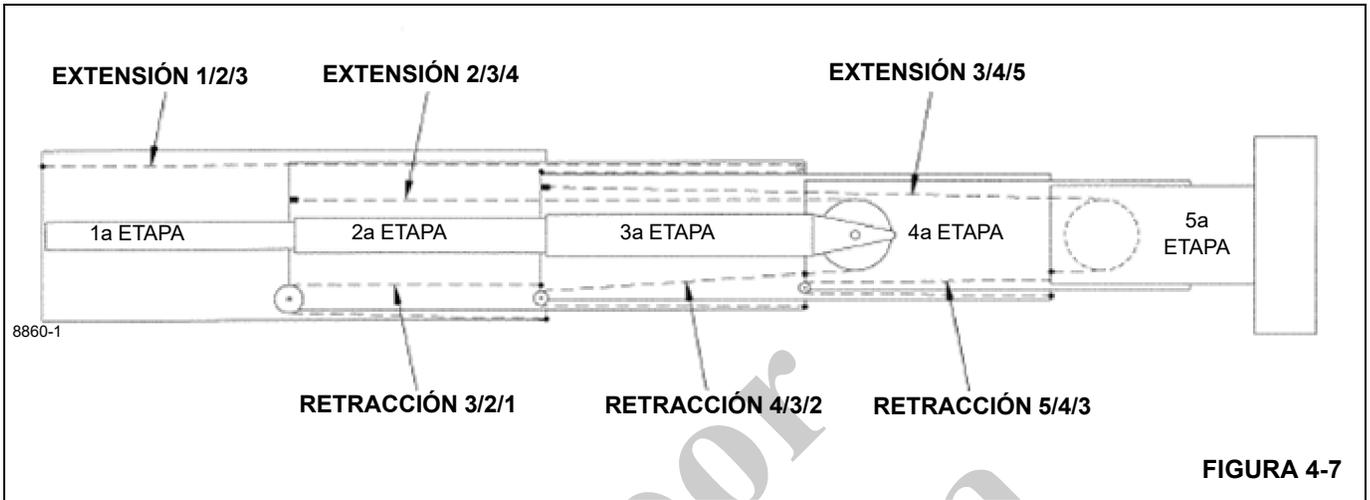

FIGURA 4-7
29. Eleve las secciones 3a/4a/5a de la pluma contra la parte superior de la 2a sección e instale las almohadillas de desgaste (17) en la punta inferior de la 2a sección de la pluma. Baje las secciones 3a/4a/5a de la pluma sobre las almohadillas de desgaste de la 2a sección de la pluma. Empuje las secciones 3a/4a/5a de la pluma dentro de la 2a sección dejando aproximadamente 1.21 m (4 pies) de las etapas 3a/4a/5a fuera de la 2a sección de la pluma.
30. Arme los conjuntos de placas retenedoras de los cables de retracción 4/3/2 (190) en los cables de retracción 4/3/2 (53), coloque dos tuercas apenas más allá de la parte plana de los cables de retracción 4/3/2 y arme en la punta inferior de la 2a sección de la pluma. Tenga cuidado de no entrecruzar los cables.
31. Una con cinta adhesiva la almohadilla de desgaste lateral superior (153) y los retenedores de las almohadillas de desgaste laterales (154, 189), después instale el conjunto de retenedores y almohadilla de desgaste en la parte delantera interior de la sección 2a de la pluma. Instale las almohadillas de desgaste laterales inferiores (96) con suplementos (13) en la parte delantera interior de la 2a sección de la pluma. Instale la almohadilla de desgaste superior (184) con los suplementos (183) y la guía de cables (81) con almohadillas de desgaste (82, 84) y la tornillería relacionada en la parte delantera superior de la 2a sección de la pluma. Instale suplementos siguiendo las instrucciones de calibración dadas en esta sección. Deslice la caja de poleas del cable de extensión 1/2/3 (que está en la punta superior de la 3a sección de la pluma) a su posición en la 2a sección de la pluma. Instale las graseras (59) en los pasadores de polea de extensión 1/2/3 (22). Empuje la 3a/4a/5a sección de la pluma dentro de la 2a sección de la pluma hasta que las almohadillas de desgaste superiores de la 3a sección sean accesibles por el agujero de acceso en la 2a sección de la pluma. Después de centrar las secciones 3a/4a/5a de la pluma dentro de la 2a sección, ajuste las almohadillas de desgaste superiores según las instrucciones de calibración de esta sección. Meta las secciones 3a/4a/5a de la pluma en la 2a sección hasta que topen contra las orejetas del cilindro y haga una marca en la punta de la 3a sección, delante de la almohadilla de desgaste lateral de la 2a sección, para el ajuste de la secuencia de retracción (Figura 4-7). Instale arandelas planas y pernos de reborde (148) con pasta Loctite® para retener el cilindro de la 2a sección en la 2a sección de la pluma.
32. Instale la almohadilla de desgaste (164) encima del anclaje del cable de extensión 2/3/4 (163), y después instale el anclaje del cable de extensión 2/3/4 en las ranuras en la parte superior de la base de la 2a sección de la pluma, mientras guía los cables de extensión 2/3/4 (29) hasta el anclaje. Instale las tuercas y los espaciadores (161) en los extremos roscados de los cables de extensión 2/3/4. Fije el anclaje del cable en su lugar con pernos (162) pasados por las placas superiores traseras de la 2a sección de la pluma. Compruebe que los cables de extensión 1/2/3 (10) estén enhebrados sobre la parte superior del anclaje del cable de extensión 2/3/4 (163).
33. Instale los cables de retracción 3/2/1 (19) en el anclaje del cable de retracción 3/2/1 (51) e instale en las placas de anclaje en la base de la 3a sección de la pluma, con los cables de retracción 3/2/1 colgados detrás de la pluma. Instale el retenedor del anclaje de cable de retracción 3/2/1 (108) en el anclaje de cable de retracción 3/2/1 (51).
34. Instale los cojinetes (137) en las poleas de retracción 3/2/1 (114) y aplique grasa para chasis con una brocha. Instale los anillos elásticos (37), los bujes (36), las poleas de retracción 3/2/1 (114), las graseras (59) y los taponos (46) en el pasador de retracción 3/2/1 (38). Pase los cables de retracción 3/2/1 (19) alrededor de las poleas de retracción 3/2/1 (114). Instale el pasador de retracción 3/2/1 (38) en las placas de anclaje en la base de la 2a sección de la pluma tirando de los extremos roscados de los cables de retracción 3/2/1 (19) hacia la punta de la pluma. Instale los tornillos de fijación del retenedor del pasador de retracción 3/2/1 (149) detrás del pasador de retracción (38).
35. Instale las guías de cables de retracción (31) en la base de la 2a sección de la pluma.
36. Instale dos placas de montaje para las almohadillas de desgaste superiores (202), las almohadillas de desgaste (28), y placas de leva (193) y una almohadilla de desgaste inferior (165) y los suplementos (167) en la base de la 2a sección de la pluma. Meta los cables de retracción 3/2/1 (19) entre la parte inferior de la 2a sección de la pluma y los suplementos de la almohadilla inferior. Instale las dos almohadillas de desgaste laterales (42) y los suplementos (68) en la base de la 2a sección de la pluma. Instale suplementos siguiendo las instrucciones de calibración dadas en esta sección.
37. Gire el eje del cilindro de la 1a sección de modo que la válvula equilibradora se encuentre directamente debajo de la línea central del eje. Eleve y sostenga las secciones 2a/3a/4a/5a de la pluma e instálelas en la 1a sección, metiéndolas aproximadamente 405 m (15 pies). Procure mantener los cables de retracción 3/2/1 (19) tensos, sin entrecruzarlos y manteniéndolos alejados de los puntos de estricción creados por las eslingas y almohadillas inferiores.
38. Eleve las secciones 2a/3a/4a/5a de la pluma contra la parte superior de la 1a sección e instale las almohadillas de desgaste (198) en la punta inferior de la 1a sección de la pluma. Baje las secciones 2a/3a/4a/5a de la pluma sobre las almohadillas de desgaste de la 1a sección de la pluma. Empuje las secciones 2a/3a/4a/5a de la pluma dentro de la 1a sección dejando aproximadamente
39. Arme los retenedores de los cables de retracción 3/2/1 (150) en los cables de retracción 3/2/1 (19), coloque dos tuercas apenas más allá de la parte plana en los cables de retracción 3/2/1 y arme en la punta inferior de la 1a sección de la pluma. Tenga cuidado de no entrecruzar los cables.
40. Una con cinta adhesiva la almohadilla de desgaste lateral superior (153) y los retenedores de las almohadillas de desgaste laterales (154, 189), después instale el conjunto de retenedores y almohadilla de desgaste en la parte delantera interior de la sección 1a de la pluma. Instale las almohadillas de desgaste laterales inferiores (72), la placa de respaldo (71) y la placa trasera (70) en la parte exterior delantera de la 1a sección de la pluma. Instale la almohadilla espaciadora de acero superior (52) con suplementos (138) en la punta de la 1a sección; aplique Loctite ® a los pernos. Instale suplementos siguiendo las instrucciones de calibración dadas en esta sección.
41. Instale la guía de cables (81) con la almohadilla de desgaste (82) y tornillería relacionada en la parte delantera superior de la 1a sección de la pluma.
42. Empuje las secciones 2a/3a/4a/5a de la pluma dentro de la 1a sección de la pluma hasta que las almohadillas de desgaste superiores de la 2a sección sean accesibles por el agujero de acceso en la base de la pluma de la 1a sección. Después de centrar las secciones 2a/3a/4a/5a de la pluma dentro de la 1a sección, ajuste las almohadillas de desgaste superiores según las instrucciones de calibración de esta sección. Meta las secciones 2a/3a/4a/5a de la pluma completamente en la 1a sección manteniendo los cables de retracción 3/2/1 tensos y haga una marca en la punta de la 2a sección, delante de la almohadilla de desgaste lateral de la 1a sección, para el ajuste de la secuencia de retracción (Figura 4-7). Fije la varilla del cilindro de la 1a sección a la placa de base de la 1a sección con una arandela (7) y un perno de reborde (11) debidamente apretado y con Loctite ®.
43. En este paso es importante tener las tuercas sueltas en los cables de retracción 3/2/1 (19) en la punta inferior de la 1a sección de la pluma. Instale los cables de extensión 1/2/3 (10) en los agujeros en la base de la 1a sección de la pluma, coloque dos tuercas apenas más allá de las partes planas.
Tensado de cables (vea la Figura 4-7) a hacerse en el siguiente orden:
La pluma debe estar en posición horizontal cuando se ajuste la tensión del cable (vea la Figura 4-7). Retraiga la pluma totalmente asegurándose de que las secciones estén contra los topes de sección y que no retrocedan. (Consulte Procedimiento de preparación del tensado).